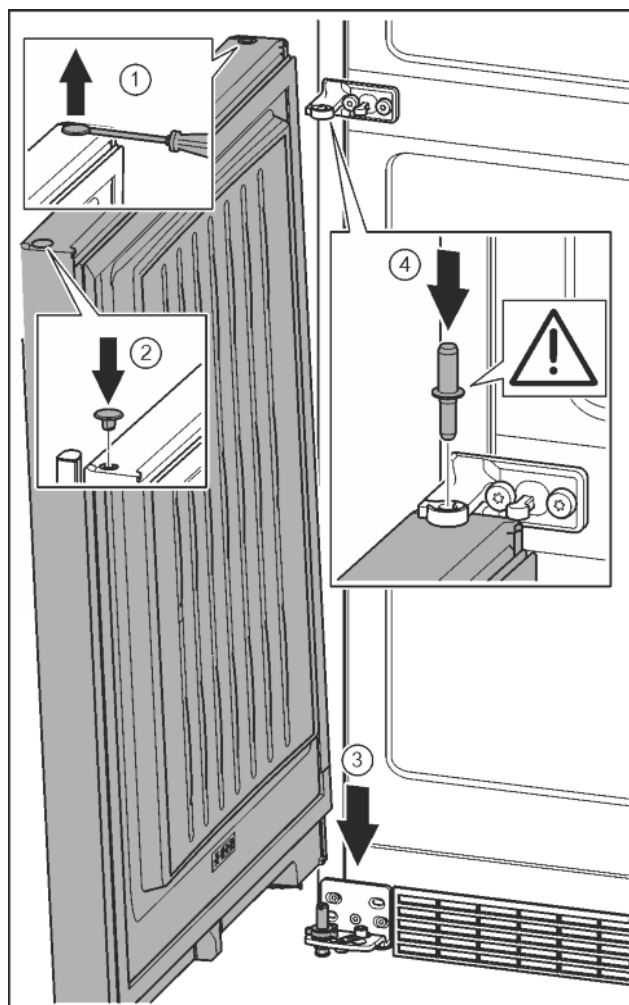

Fig. 23
- Soulever délicatement le bouchon avec un tournevis plat et le sortir. *Fig. 23 (1)*
- Remettre en place le bouchon de l'autre côté de la porte. *Fig. 23 (2)*
- Mettre la porte par le haut sur l'axe de palier inférieur. *Fig. 23 (3)*
- Mettre en place l'axe de palier du milieu à travers le support de palier du milieu dans la porte inférieure. Veiller à ce que l'ergot d'enclenchement soit orienté en arrière. *Fig. 23 (4)*